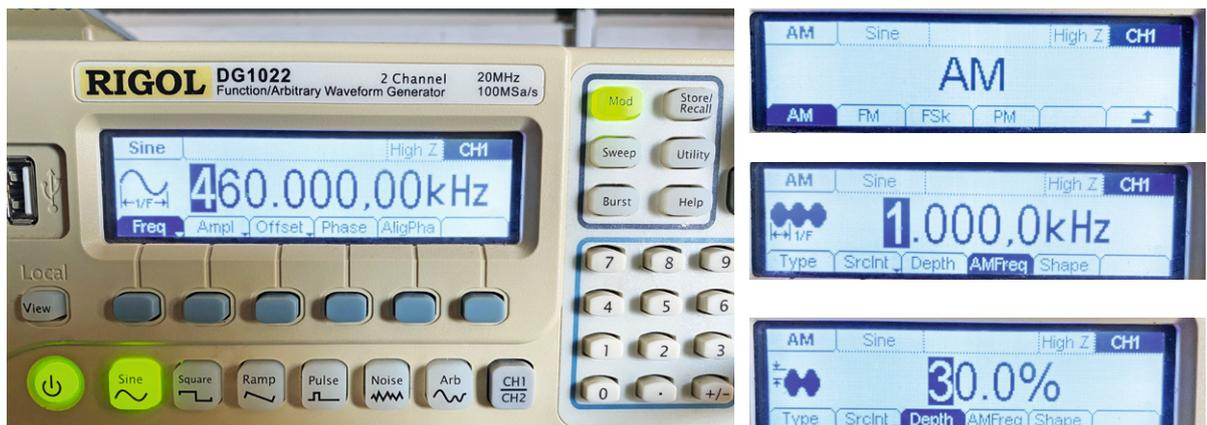

Bild 10: Wir übertragen eine 460-kHz-Trägerwelle, 30 % amplitudenmoduliert (AM) mit einem hörbaren Ton (1 kHz).
ten ZF-Transformator – einspeisen sollen, das mit einem hörbaren Frequenzton moduliert ist (z. B. 1 kHz, siehe Bild 10). Wir müssen dies über einen Kondensator (z. B. 1 nF) tun, um zu verhindern, dass der Signalgenerator die Bedingungen der Gleichstromvorspannung (DC-Bias) am Gitter dieser Röhre stört. Die Masse des Signals ist mit unserer Haupterde verbunden, wie z. B. dem Chassis des Radios.
2. Der Signalgenerator wird so eingestellt, dass er eine Sinuswelle mit 460 kHz und der kleinsten Amplitude erzeugt, die möglich ist. In meinem Fall ist das 1,4 mV RMS. Darauf wird eine Amplitudenmodulation mit einem 1-kHz-Signal und einer Modulationstiefe von 30 % (Bild 10) aufmoduliert. Ich verwende für diesen Test einen Signalgenerator Rigol DG1022 (Bild 11), den ich seit vielen Jahren besitze und der sich dafür sehr gut eignet. Grundsätzlich ist aber jedes Gerät geeignet, mit dem man das Trägersignal mit Amplitudenmodulation erzeugen kann.